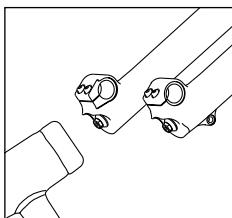

Fig. 2
- Coloque un colector de aceite debajo de la horquilla. Afloje parcialmente los pernos del eje con una llave hexagonal de 6 mm, golpéelos firmemente con un martillo hasta liberar los ejes de los tubos inferiores (Fig.2), y retire los pernos completamente.